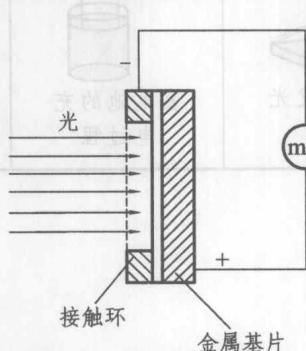

图 1-6 通过光来产生电压
(3) 图 1-6 所示是通过光来产生电压。将一光敏器件接在电压表上，用光源照射该光敏器件，光敏器件的两端就会产生电压。